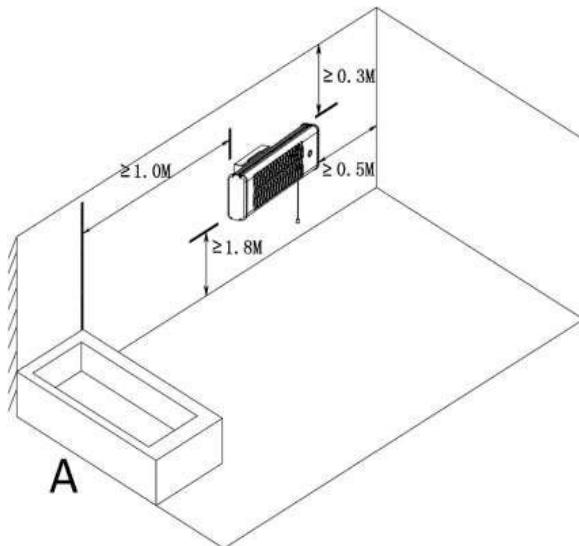
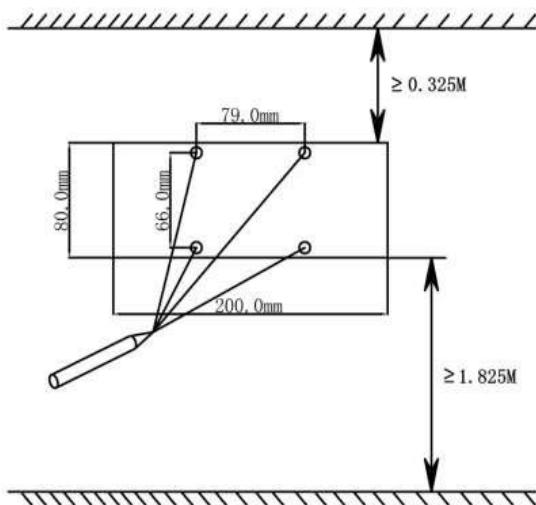

Fig.3
Fig.4
2. Installeer de kwartskachel alleen in een horizontale positie. Installeer het niet aan het plafond of verticaal. Houd tijdens de installatie rekening met de minimale afstanden die in Fig. 3 zijn aangegeven. Installeer het verwarmingstoestel op minstens 1800mm boven de vloer, 300mm onder het plafond en 500mm van zijdelings mu(j)ur(en).
- Zoek naar de meest gepaste positie zodat het trekkoord en de schakelaar op elk moment eenvoudig te bereiken zijn en houd rekening met de minimale afstanden die in Fig. 3 zijn aangegeven. Markeer de montagegaten op de muur waar u de kachel wilt installeren. Neem de waarden op Fig. 4 als referentie. Markeer een kruis in het midden van het gat om nauwkeuriger te boren. (Zie Fig. 4)